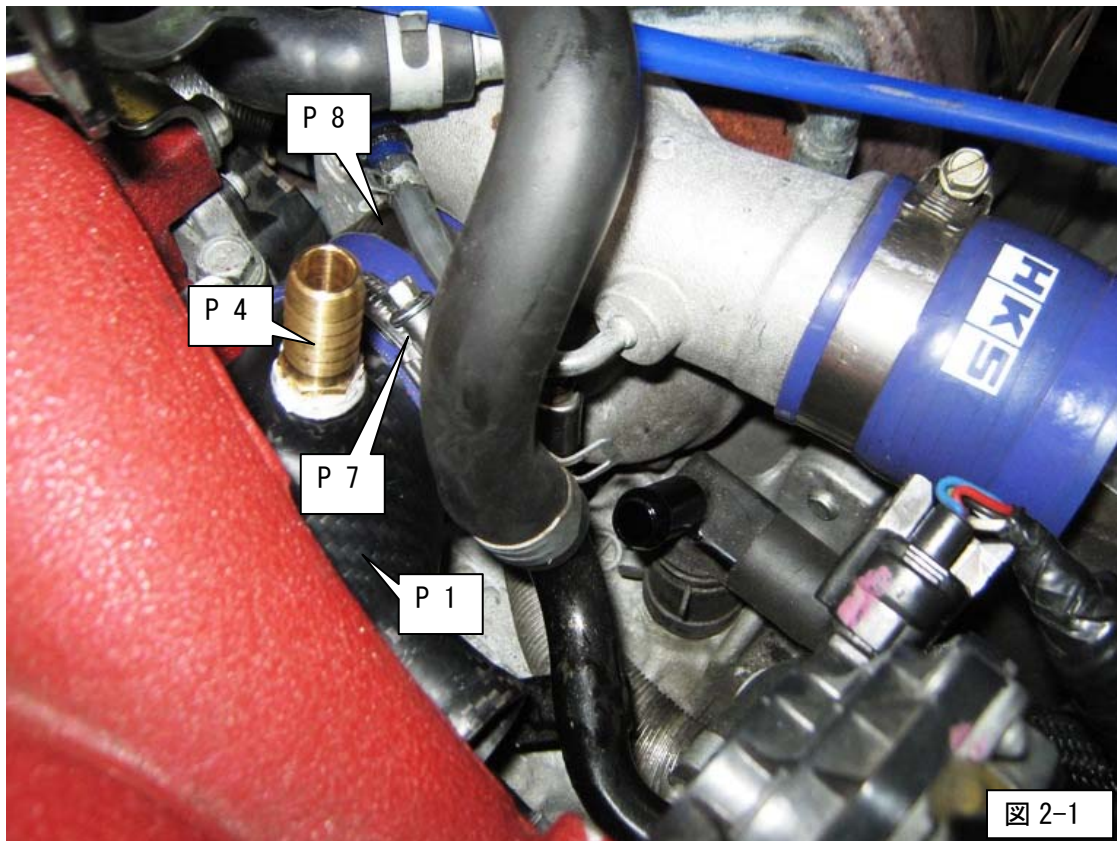

図 2-1
エアインテークブーツが取付けられることを確認してください。取付けられない場合は、カーボンサクションの向きを調整してください。また、周囲の部品と干渉する場合はスポンジシートを貼り干渉を防止してください。(図2-1)
- (6) ニップル PT1/4 をシールテープを使用してカーボンサクションに取付けてください。(図 2-1)